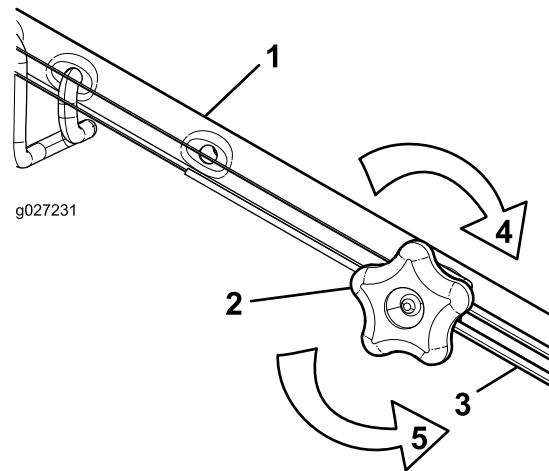

Figure 27
2. Ajustez la tension du câble (Figure 27) en le tirant en arrière ou en le poussant en avant puis en le maintenant à cette position.
1. Tournez le bouton de réglage dans le sens antihoraire pour desserrer le réglage du câble (Figure 27).